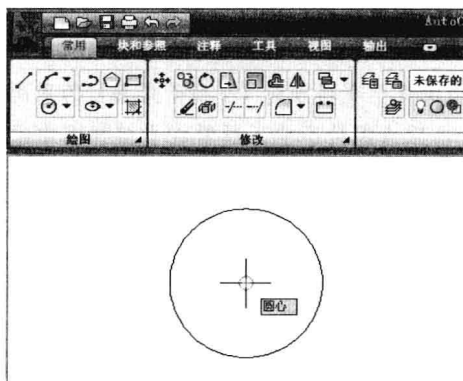

图 2-7-2
(1) 单击快速访问工具栏中的“新建”按钮, 打开选择样板对话框, 单击“打开”按钮, 新建了一个图形文件。
(2) 在状态栏右击“对象捕捉”按钮, 在弹出的菜单中选择“切点”, 启用“切点”捕捉。用同样的方法启用“端点”和“圆心”捕捉模式。启用的模式按钮会加外框显示。
(3) 单击“常用”选项卡, 在绘图面板中单击“圆心、半径”按钮, 在视图中单击, 即可确定圆心位置, 输入 300, 按 Enter 键, 绘制了一个圆。
(4) 单击“直线”按钮, 将光标移到圆的中心位置, 此时显示捕捉到的圆心标记, 如图 2-7-2 所示。